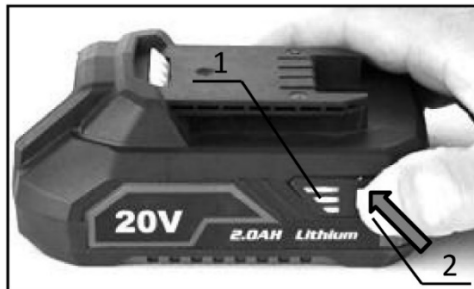

Рисунок 10. Схема перевірки рівня заряду акумуляторної батареї.
- натиснути та утримувати кнопку акумуляторної батареї (2, рис. 10), що розташовується на верхній панелі акумулятора;
- перевірити рівень зарядженості акумулятора: під час утримання кнопки залежно від стану заряду батареї почнуть світитися відповідні індикатори (1, рис. 10).